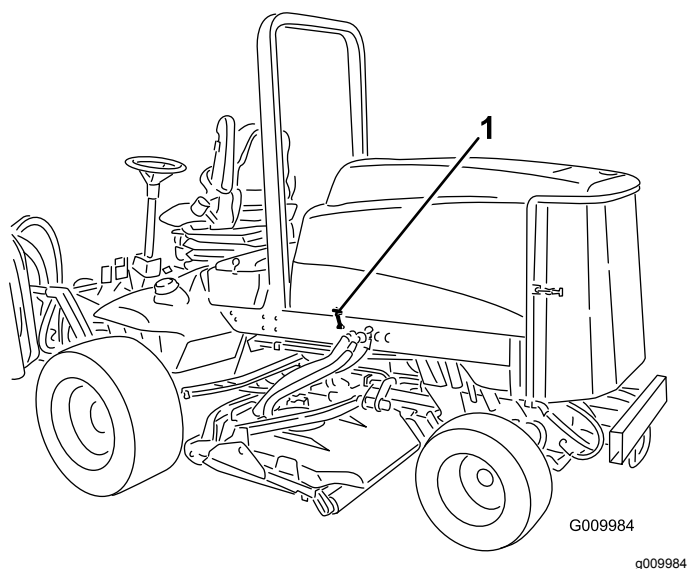

Figura 20
1. Rilasciate i fermi e il perno del cofano (Figura 20) e aprite il cofano.